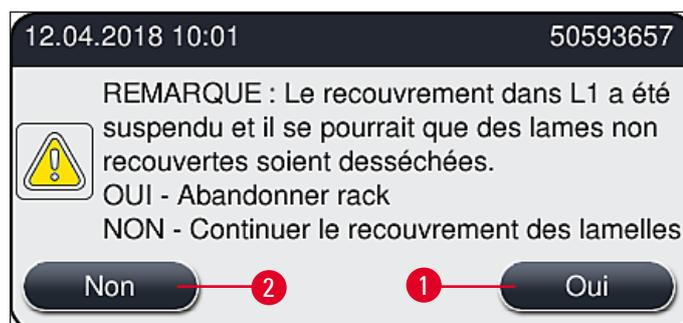

Fig. 111
9. Le logiciel de l'appareil scanne le niveau de remplissage. L'utilisateur reçoit un message d'information quand le contrôle est fini (→ Fig. 111).